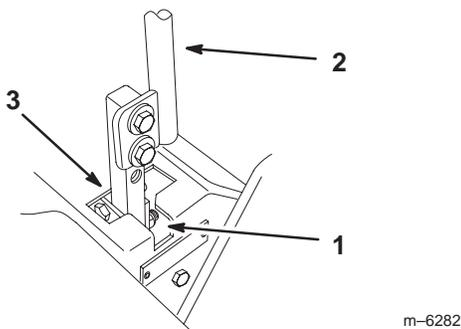

Bild 48
5. Schieben Sie den Hebel in die **nicht arretierte** Leerlaufstellung (Bild 48).
7. Prüfen Sie, dass der Fahrtriebshebel relativ zur Kerbe im Armaturenbrett ist (Bild 48). Er sollte zentriert sein, so dass der Hebel nach außen in die arretierte Leerlaufstellung gedreht werden kann.
9. Drücken Sie den Fahrtriebshebel leicht nach hinten, drehen Sie den Kopf der Einstellschraube in die entsprechende Richtung, bis der Schalthebel in der arretierten Leerlaufstellung zentriert ist (Bild 48).